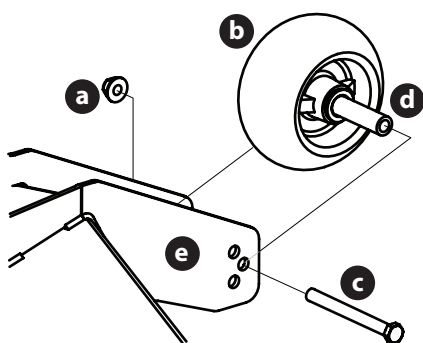

Figura 32
- Retire la tuerca de seguridad (a) que fija una de las ruedas de calibración delanteras (b) a la plataforma. Retire la rueda de calibración delantera (b), el tornillo hexagonal (c) y el separador (d) (Figura 32).
- Inserte el tornillo hexagonal (c) en uno de los tres orificios de posicionamiento del soporte (e) de la rueda de calibración delantera que le dará a la rueda de calibración delantera (b), una separación de 1/4-1/2" (6.4 a 12.7 mm) del suelo (Figura 32).
- Observe el orificio de posicionamiento de la rueda de calibración delantera (b) que acaba de ajustar y ajuste la otra rueda de calibración delantera (b) en el orificio de posicionamiento respectivo del soporte de la otra rueda de calibración delantera (e) (Figura 32).